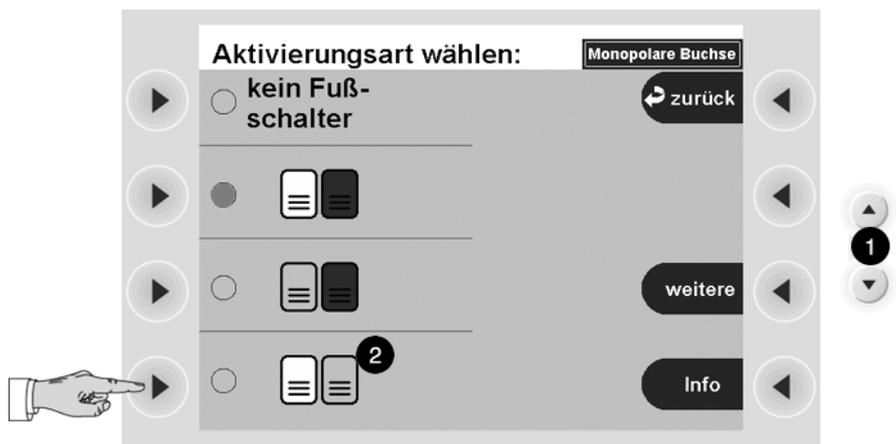
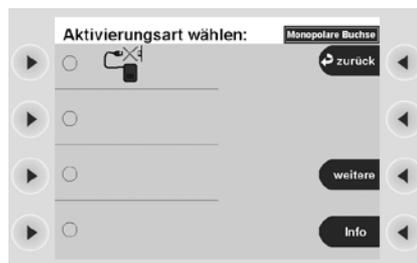

Abb. 5-16
Abb. 5-17
Im Fenster Abb. 5-16 sehen Sie eine Liste der möglichen Fußschalter-Zuordnungen. Scrollen Sie mit der Ab-Taste (1) auch einmal zum nächsten Fenster Abb. 5-17. Sie können auch die Auswahl-Taste neben dem Menüpunkt *weitere* benutzen.